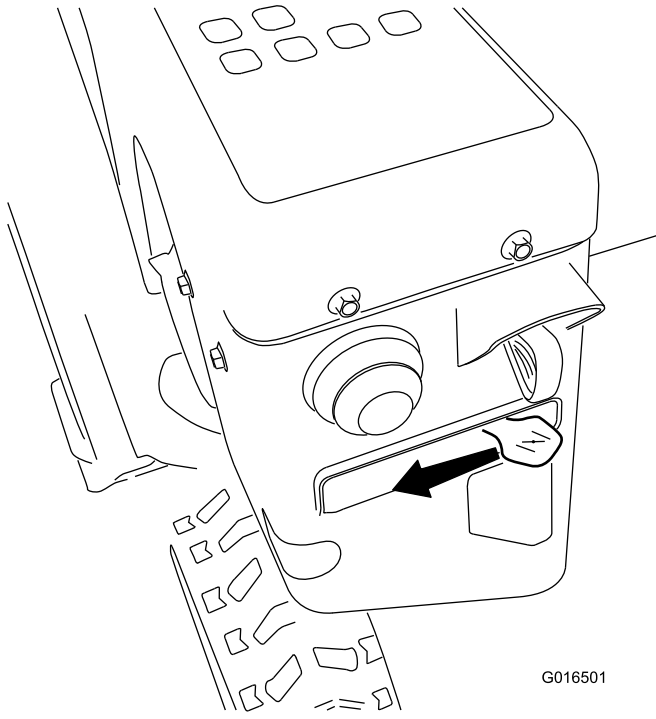

Bild 29
5. Stellen Sie den Choke auf die Choke-Stellung (Bild 29).